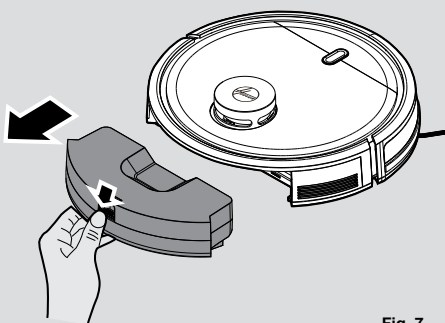

Fig. 7
1. Tryk på udløserknappen og træk den ud. [Fig. 7]
1. Efter støvsugning fjernes støvbeholderen ved at trykke på udløserknappen, hvorefter den trækkes ud. [Fig. 7]